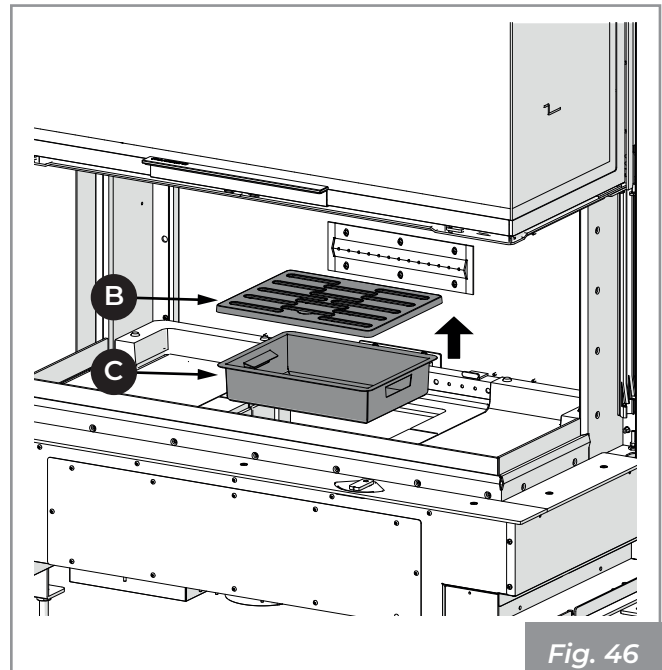

Fig. 46
- 2) Levantar y retirar la rejilla (B) y el cajón de cenizas (C) (Fig. 46).